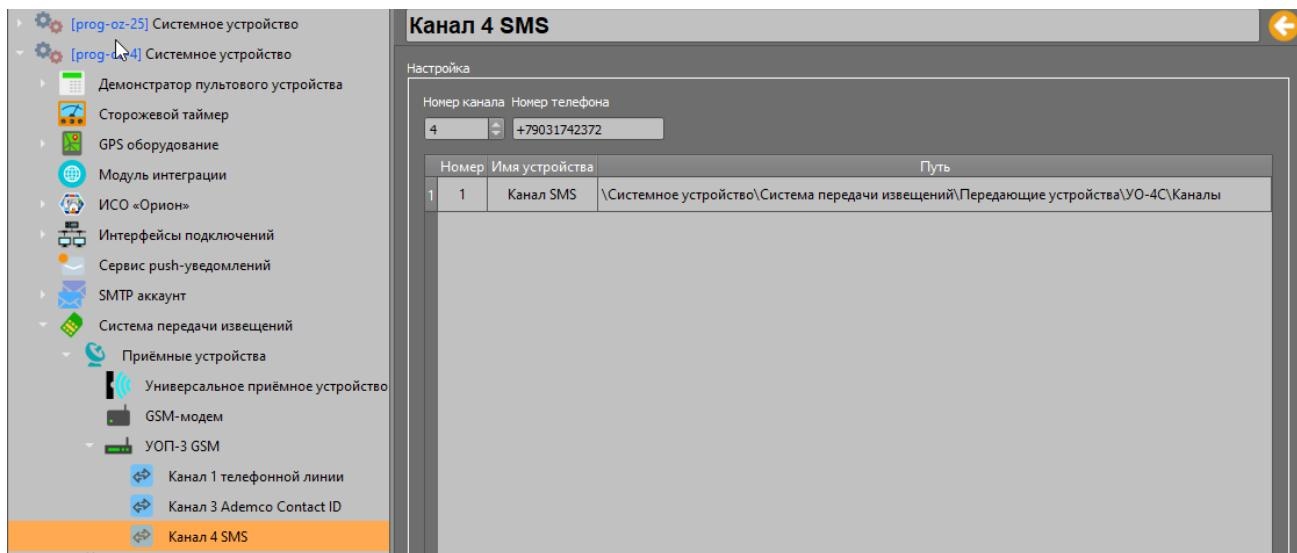

Рисунок 2-43. Свойства канала «УОП-3 GSM» после привязки канала «УО-4С»
1. Перейти в свойства канала «УОП-3 GSM» – Канал SMS. Проверить номер канала (должен быть указан №4), указать номер телефона SIM карты, установленной в «УОП-3 GSM» (Рисунок 2-43).